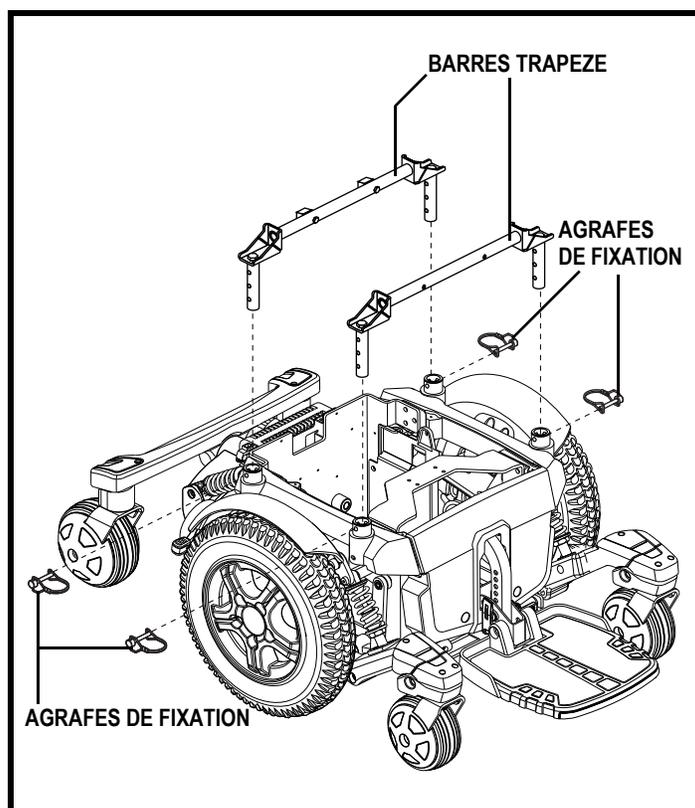

Figure 16. Réglage de la hauteur et de l'angle du siège
8. Desserrez les vis qui retiennentt la barre trapèze aux tourelles de siège. **Voir la figure 16.**